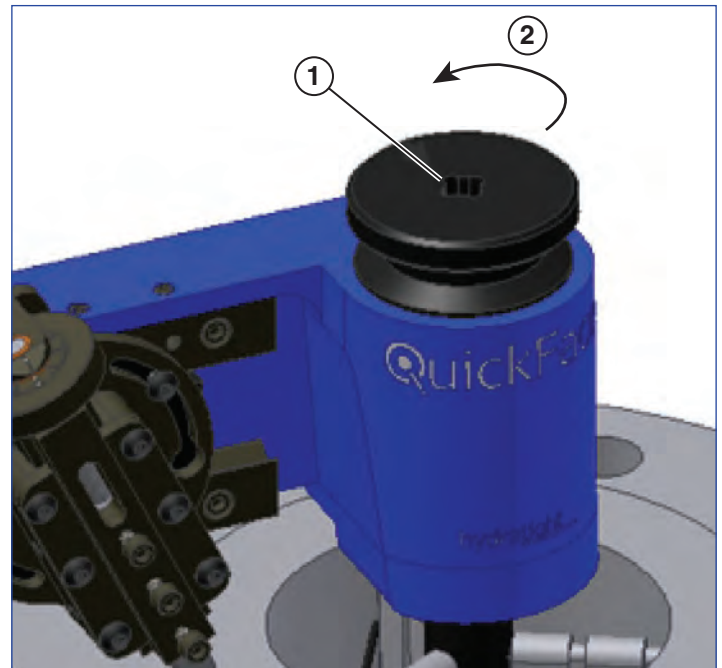

Рисунок 15
11. Если обработанная поверхность удовлетворяет предъявляемым к ней требованиям, демонтируйте устройство, вращая для этого зажимную рукоятку сердечника против часовой стрелки (**см. рисунок 15**). Если поверхность требует дальнейшей обработки, повторите операции 4 - 11.